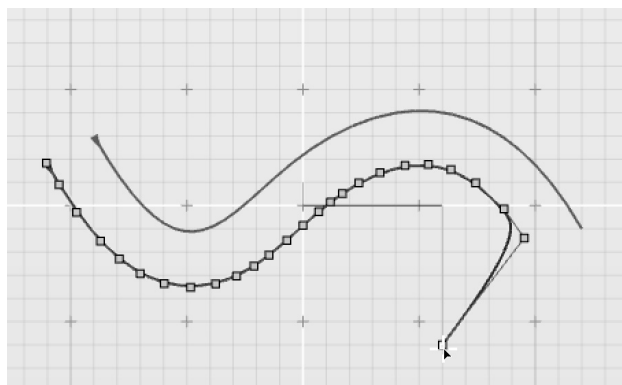

图 3-43 改变偏移曲线
5) 选中偏移曲线, 切换到“编辑点”模式, 调整偏移曲线上的控制点, 可见源曲线并不跟随其变化而变化, 如图 3-43 所示。